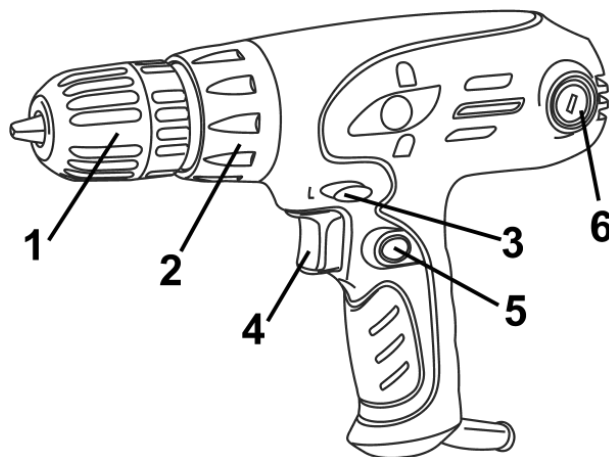

Рисунок 1
5.1 Встановіть необхідний крутий момент за допомогою кільця регулятора моменту затягування (2) (див. рисунок 1).
5.3 Для включення виробу натисніть на курок вимикача (4) (рисунок 1). Для відключення виробу слід курок відпустити. Регулювання швидкості обертання патрона здійснюється ступенем натискання на клавішу вимикача.